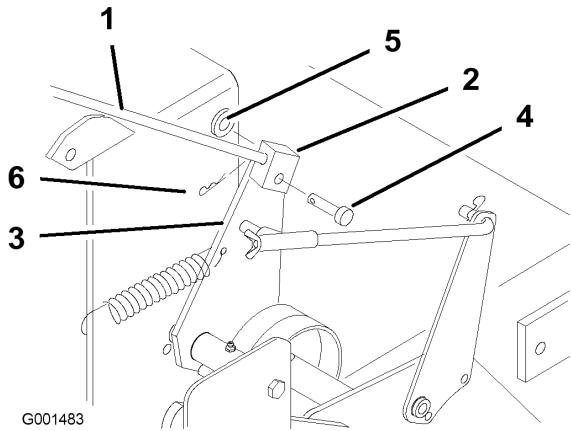

Figure 15
- Retirez la goupille fendue, la rondelle et l'axe de chape qui fixent la tige de commande au support de la poulie de tension (Figure 15).